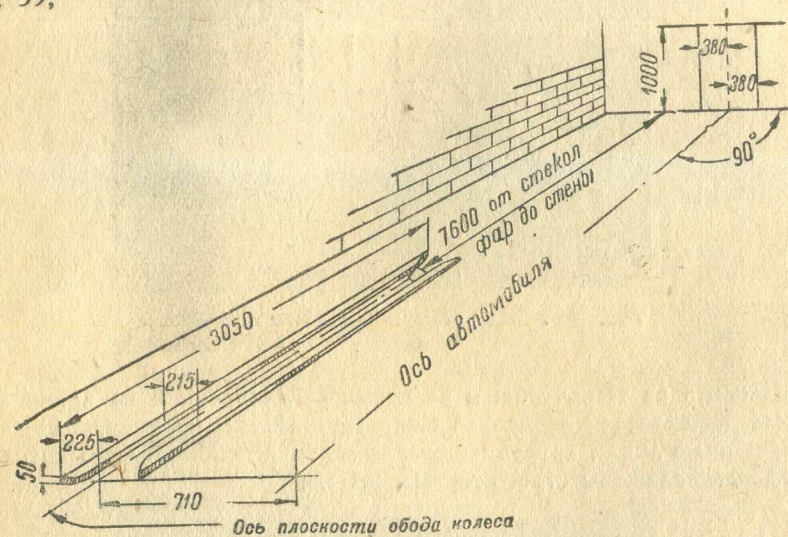

Рис. 59. Приспособление для регулировки фар.
горизонтальном полу на расстоянии 7,6 м от белой стены или экрана, перпендикулярно к ним (рис. 59);
4) на расстоянии 380 мм от вертикальной полосы, по обеим сторонам от нее, нанести еще по одной короткой полосе, как указано на рис. 59;
Регулировка комбинированных фар производится при помощи того же приспособления (рис. 59) и заключается в правильной установке положения световых пятен, без наводки на фокус.